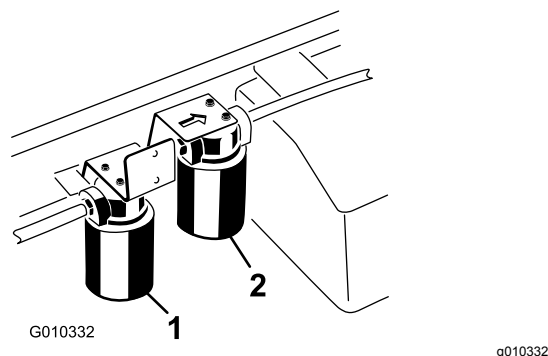

图68
3. 在过滤器下面放置一个放油盘并拆下过滤器图68。
1. 清洁高流量过滤器安装区周围的区域 图68。